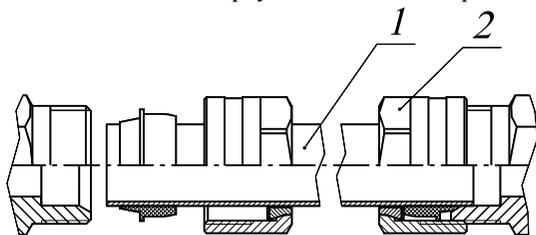

Рис.4. Соединение нагревательных элементов конвектора.
5.2 При помощи медных труб и обжимных фитингов из комплекта монтажных частей, соединить нагревательные элементы секций (рис.4). Для этого необходимо через отверстие в корпусе вставить трубки в патрубки нагревательных элементов, закрутить гайки рукой до упора, после этого гаечным ключом завернуть гайки на $1\frac{1}{4}$ оборота